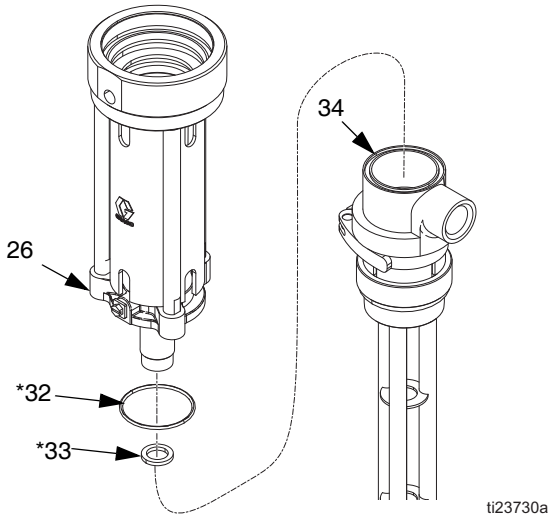

ABB. 23
11. Befestigungsflansch (26) vom Pumpensockel (34) abschrauben. O-Ring (32*) und PTFE-Dichtring (33*) vom Pumpensockel (34) entfernen. Alle Teile auf Beschädigungen untersuchen. Siehe ABB. 23.